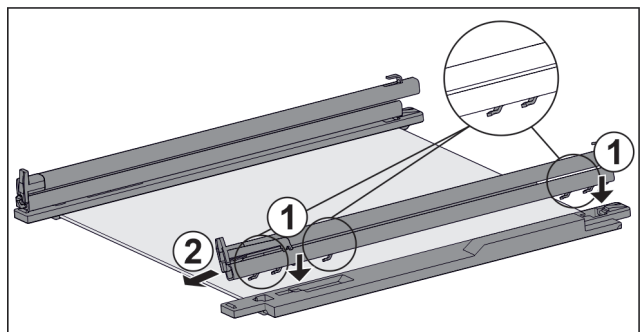

Fig. 114 Placa de vidrio con guías y piezas de sujeción
- ▶ Coloque los ganchos de la guía en las aberturas de la pieza de sujeción **izquierda**. Fig. 114 (1)
- ▶ Tire de la guía hacia delante. Fig. 114 (2)
- ▶ Coloque los ganchos de la guía en las aberturas de la pieza de sujeción **derecha**. Fig. 114 (1)